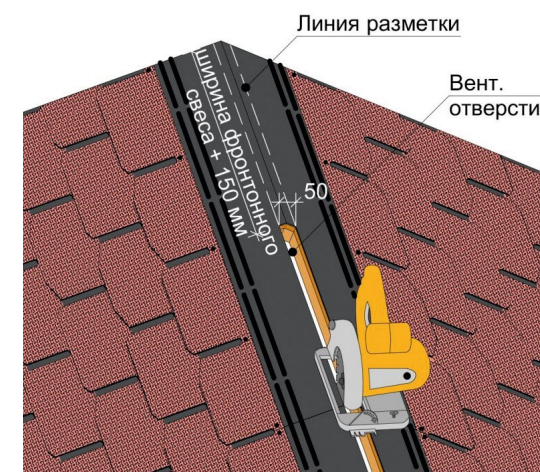

Рис.6 Устройство отверстия в крыше.
5.3 По размеченным линиям в сплошном основании вырежьте вдоль всей длины конька (за исключением отступов) отверстие шириной 50 мм. Отступ отверстия от края конька должен быть равен ширине фронтового свеса плюс 150 мм (Рисунок 6). Отступ отверстия от ендовы и примыкания к стенам должен составлять 300 мм.